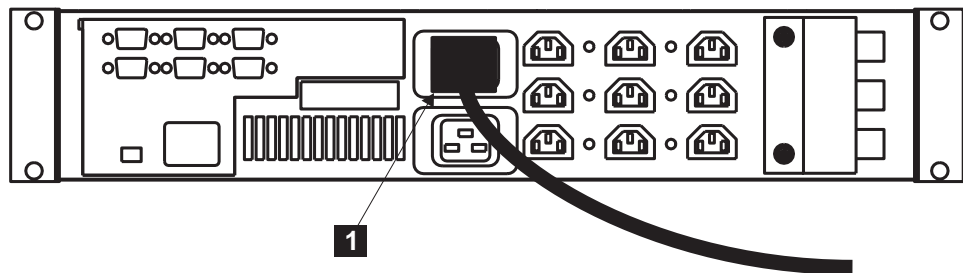

图 25. 安装不间断电源的电源线
8. 在不间断电源的背面，将不间断电源主电源线插入电源插座（图 25 中的 **1**）。